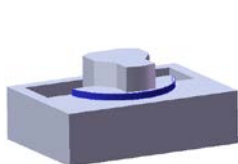
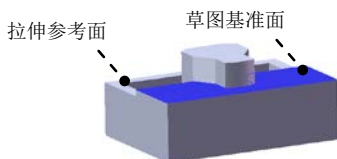

图 16.2.12 切除—拉伸 2
图 16.2.13 草图基准面
Step6. 创建图 16.2.12 所示的切除—拉伸 2。
(1) 选择命令。选择下拉菜单 **插入(I)** → **切除(C)** →  **拉伸(E)...** 命令。
(2) 定义特征的横断面草图。
① 定义草图基准面。选取图 16.2.13 所示的表面作为草图基准面。
(3) 定义切除深度属性。在“切除—拉伸”对话框 **方向 1** 区域的  下拉列表中选择 **成形到一面** 选项，选取图 16.2.13 所示的表面作为成形到的面。其他选择默认设置值。